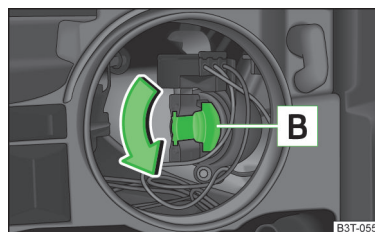

Fig. 206
- Faire tourner la douille de l'ampoule B » fig. 206 en sens antihoraire jusqu'en butée et la faire sortir.